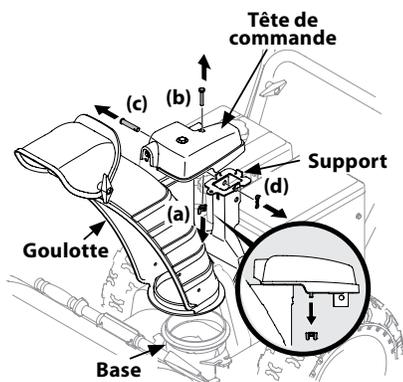

Figure 2-13
1. Retirez l'écrou papillon (a) et le boulon (b) qui se trouvent sur la tête de commande de la goulotte, puis retirez l'axe de chape (c) et la goupille fendue (d) du support de la goulotte. Placez la goulotte (face vers l'avant) sur la base. Voir Figure 2-13.